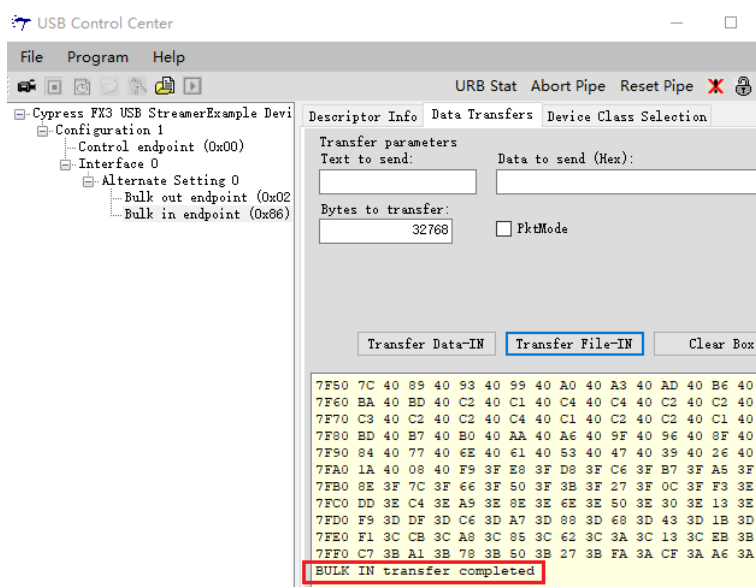

图 1-31 数据传输完成界面显示
9. Cypress 软件接收数据，并提示传输成功。如下图 1-31 所示。